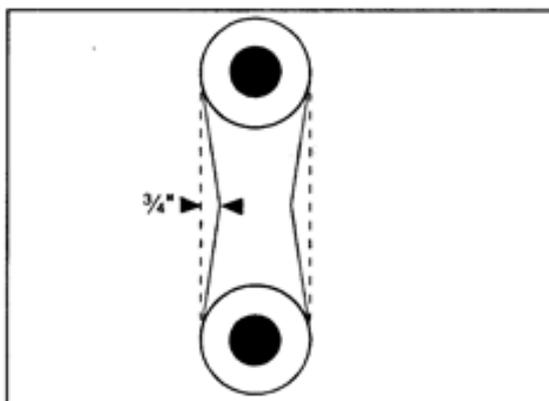

Рис. 6 Прогиб ремня
2. Принять во внимание величину прогиба. Прогиб должен быть приблизительно 1/4", как на Рис. 6.